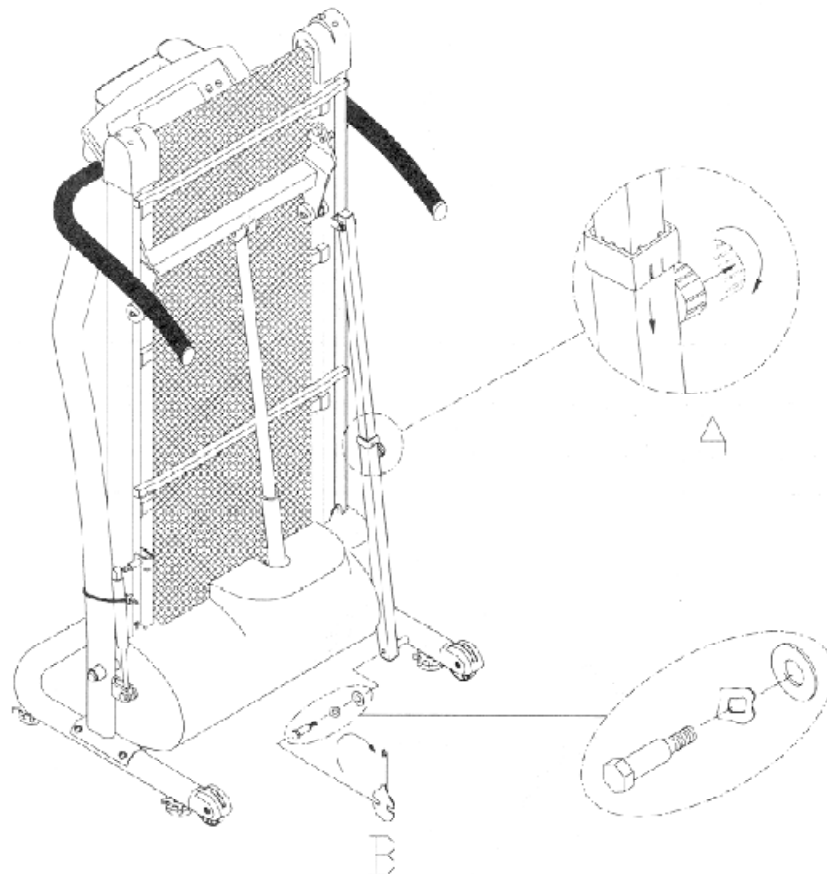

Fig. 4
7. Til het loopvlak in rechte/opgevouwen positie. Draai de sluitknop tegen de klok in en trek eraan om hem te ontgrendelen. Hierna moet u de bodembuis zo ver mogelijk uit trekken (zie cirkel A) Zorg ervoor dat het gaatje aan het uiteinde van de buis op één lijn staat met het gaatje onderaan de bodembuis zoals in cirkel B staat aangegeven. Draai dan de mee geleverde bouten en pakkingen vast. (zie Fig. 4)